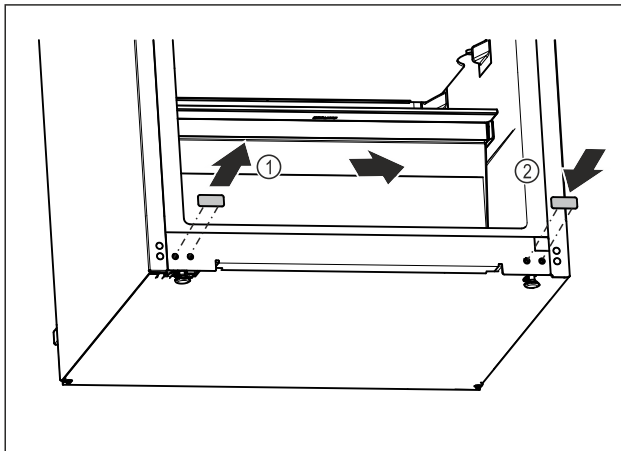

Fig. 13
- ▶ Izvlecite pokrovni čep. Fig. 13 (1)
- ▶ Pokrovni čep vstavite na nasprotni strani. Fig. 13 (2)